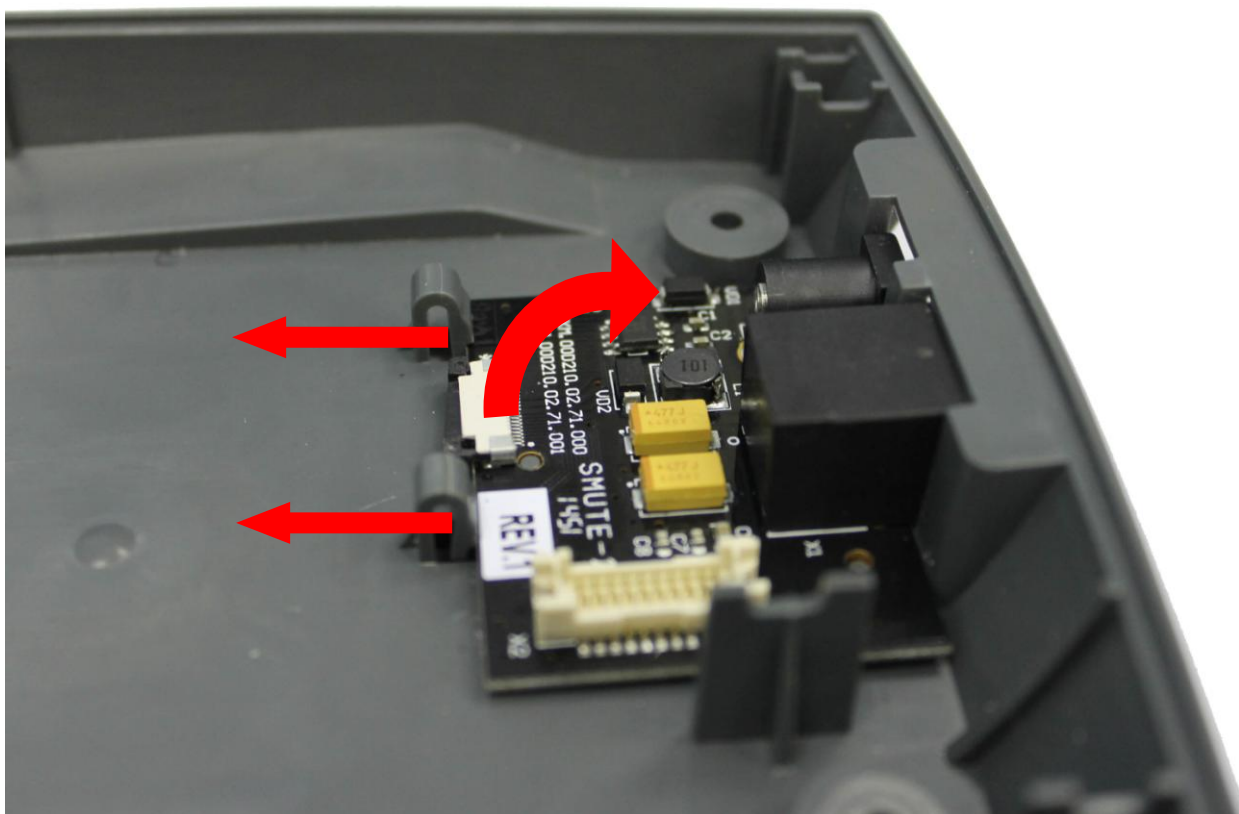

Рис. 8.3
8.2.2 Отжав замки, снимите модуль питания EVKM.00D210.02.71.000 (см. рис.8.3).